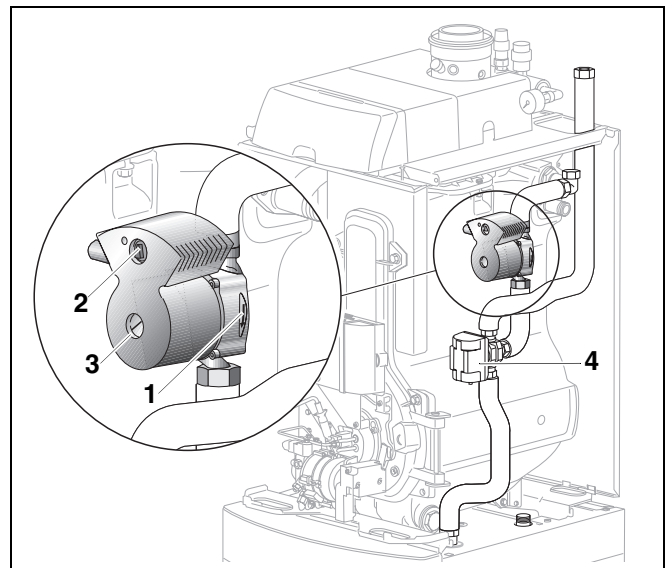

Abb. 17 Umwälzpumpe
- Kontrollieren Sie die Flussrichtung der Umwälzpumpe, der Pfeil (Abb. 17, **Pos. 1**) muss nach unten zeigen.
- Achten Sie darauf, dass beim Öffnen der Inspektionsschraube (Abb. 17, **Pos. 3**) kein Wasser auf das Dreiwegeventil (Abb. 17, **Pos. 4**) tropft.
durch lösen der Inspektionsschraube (Abb. 17 auf Seite 15) an der Umwälzpumpe bei heißem Heizkessel.